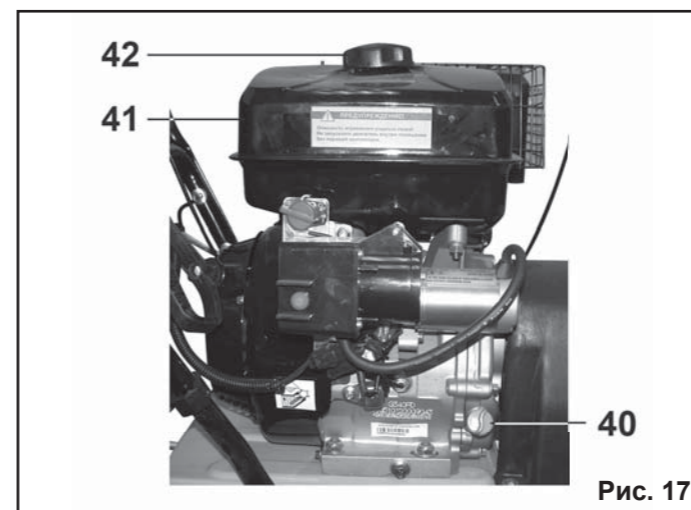

Рис. 17
**7.4. Заправка топливом (Рис.17).**